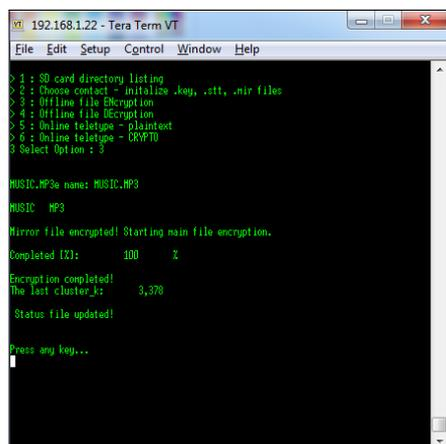

Figure 6. Chiffrement du fichier terminé.
6. Elle choisit l'option 3 – *Offline file Encryption* – et saisit le nom de fichier complet, extension comprise. Le µC chiffre d'abord le fichier miroir BOB.MIR, puis le fichier principal MUSIC.MP3. Une fois le chiffrement terminé, le µC met à jour l'état dans le fichier BOB.STT (**fig. 6**).